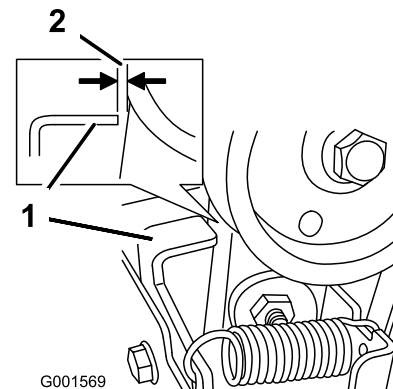

Figure 37
3. Lorsque le levier de commande de fraise à neige/turbine est désengagé, vérifiez qu'il existe un écart de 1,5 mm (1/2 po.) entre l'ensemble embrayage de fraise à neige et la patte (Figure 37).